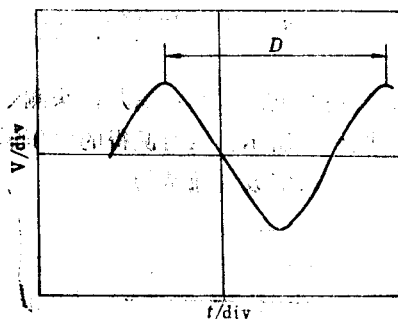

图 1-19
①周期测量。把扫描速度开关(t/div)7的微调置于校准位置,调整使波形在屏幕的有效工作范围内。这时读取开关上指示的扫描速度,再乘上波形两顶点(按时基轴方向)之间的距离D(格数),即为被测信号的周期,如图1-19所示。